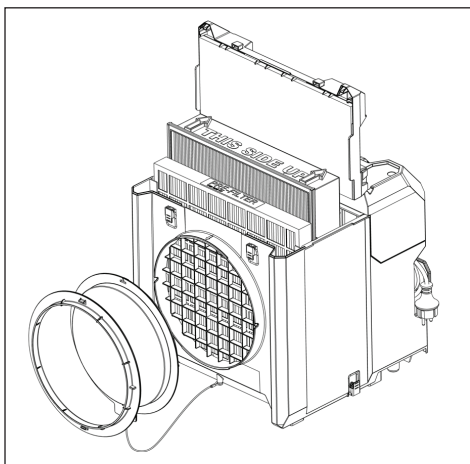

Fig. 5: Sostituzione dei filtri
- ▶ Inserire un nuovo prefiltro o filtro principale come indicato nella Fig. 5.